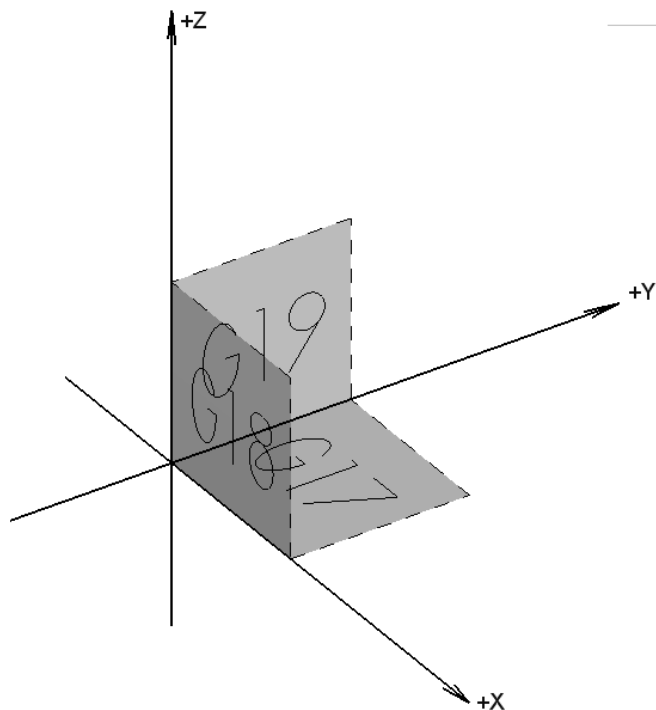

Рис. 16.7. G17, G18, G19 используются для выбора активной плоскости системы координат
**G17 – выбор плоскости XY.** Подготовительная функция G17 предназначена для выбора плоскости XY в качестве рабочей (рис. 16.7). Плоскость XY становится определяющей при использовании круговой интерполяции, вращения системы координат и постоянных циклов сверления.
**G18 – выбор плоскости XZ.** Подготовительная функция G18 предназначена для выбора плоскости XZ в качестве рабочей (рис. 16.7). Плоскость XZ становится определяющей при использовании круговой интерполяции, вращении системы координат и постоянных циклов сверления.
**G19 – выбор плоскости YZ.** Подготовительная функция G19 предназначена для выбора плоскости YZ в качестве рабочей (рис. 16.7). Плоскость YZ становится определяющей при использовании круговой интерполяции, вращении системы координат и постоянных циклов сверления.